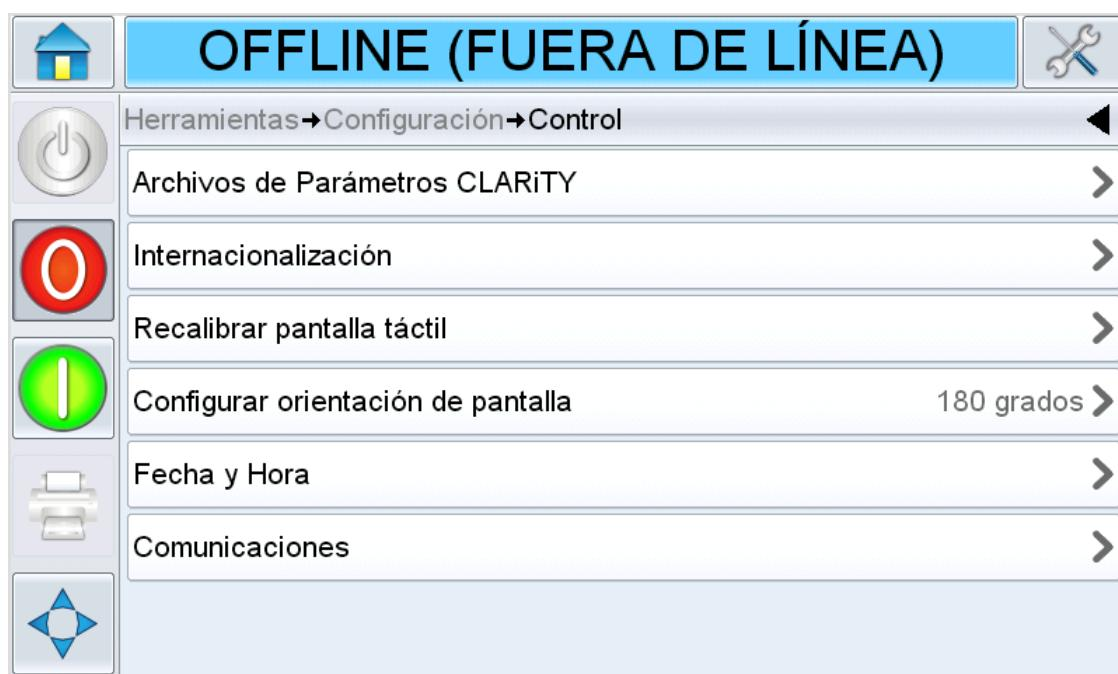

Figura 4-3: Orientación de la pantalla
1. Vaya a *Tools (Herramientas) > Setup (Configuración) > Control* tal como se muestra en Figura 4-3.